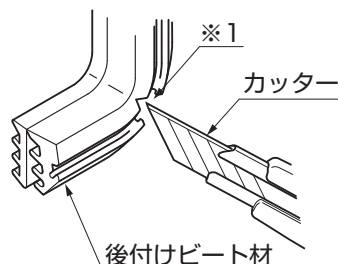

図1-21
- 後付けビート材を折曲げる箇所(※1)にカッター等で切欠きを入れてください。(図1-21参照)